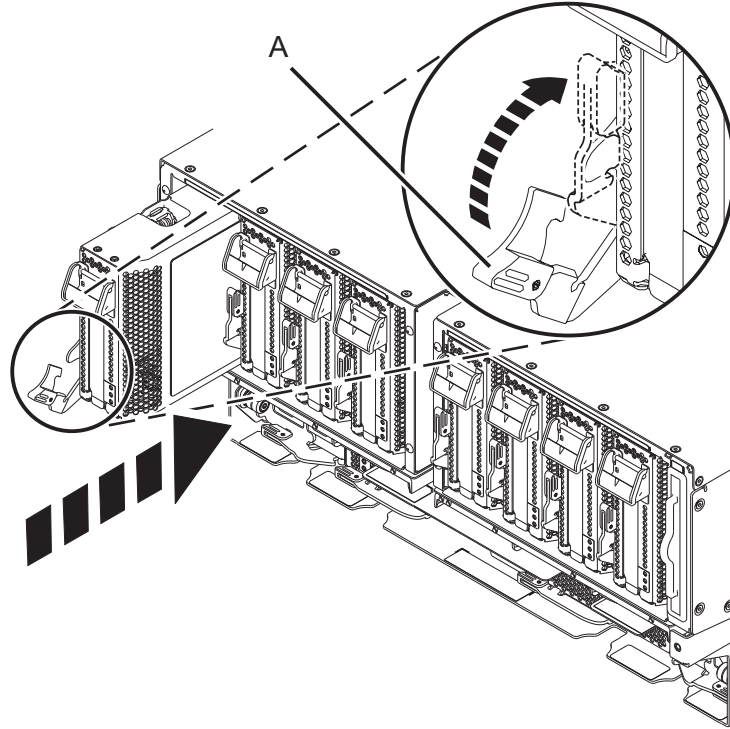

Figure 21. Installation d'une cassette de cartes PCIe dans le système
- a. Avec la poignée de la cassette (**A**) en position d'ouverture, saisissez délicatement la cassette de cartes par ses bords, puis alignez-la avec l'emplacement. Voir figure 21, à la page 21.
- c. Une fois la cassette complètement insérée dans son emplacement, faites tourner la poignée ocre de la cassette (**A**) dans la direction illustrée dans la figure 21, à la page 21, pour bloquer la cassette dans l'emplacement.